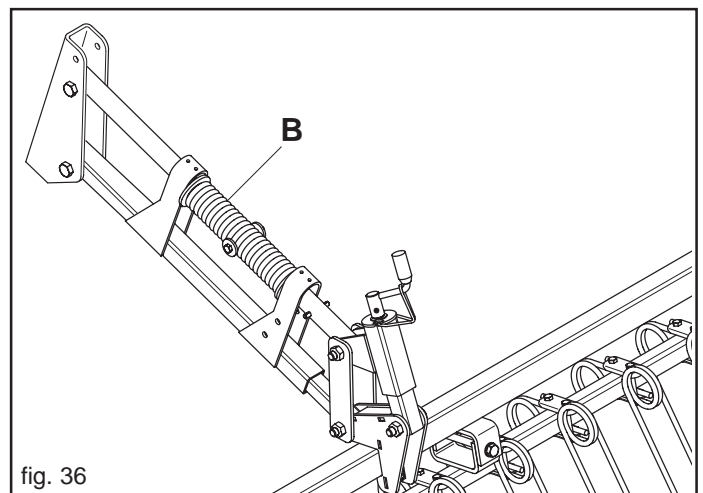

fig. 36
Der Arbeitsdruck der Federzähne der Saatgutabdeckekegge kann durch Drehung der Feder (B) auf dem oberen Parallelarm verändert werden (Abb. 36).